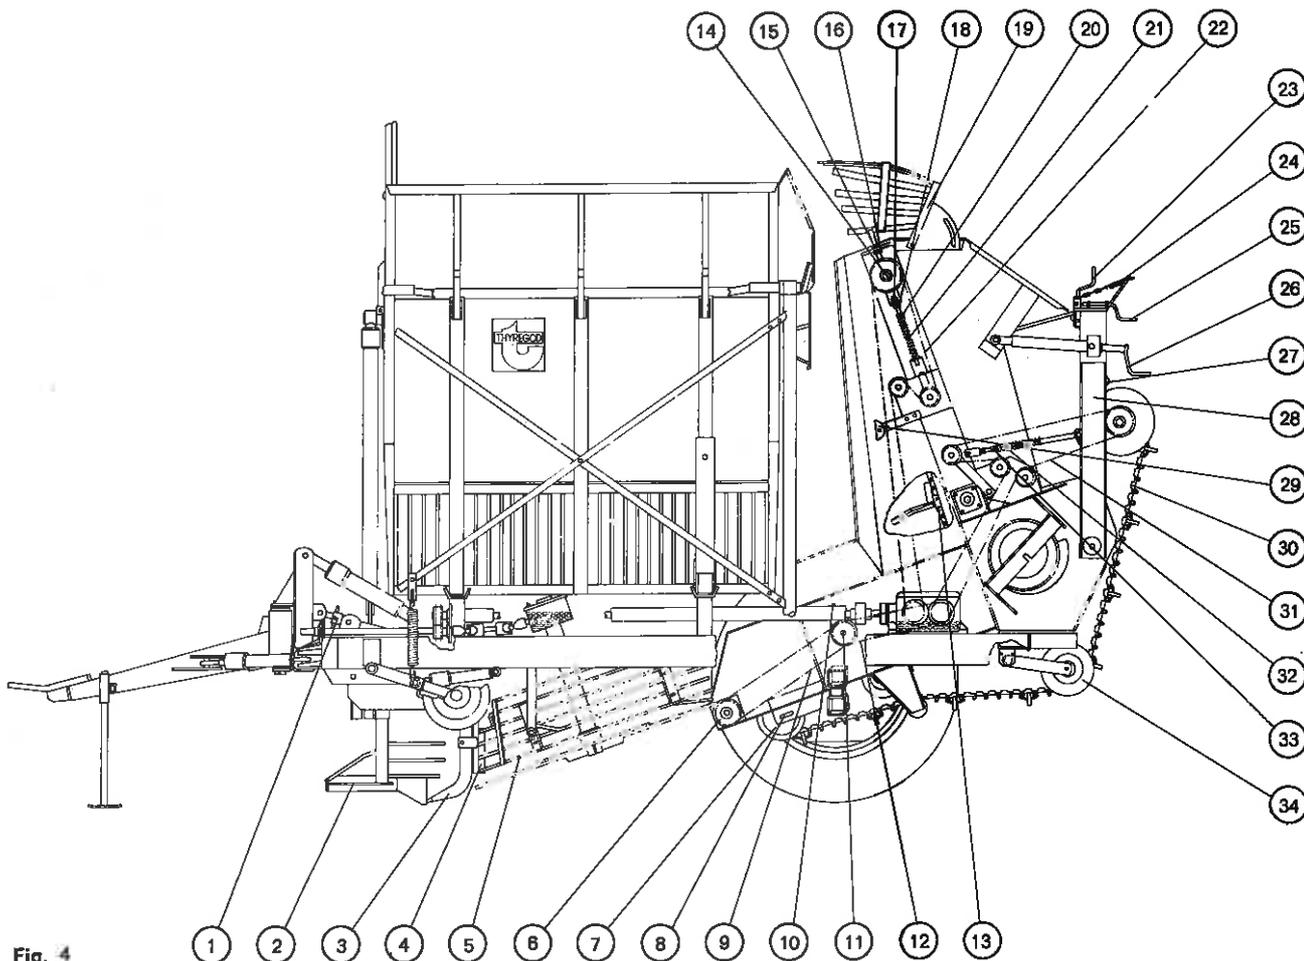

Fig. 4
Reguleringen foregår ved indstilling af møtrikken (1 fig. 4). Møtrikken virker som mekanisk dybdestop og indstilles på den maximale dybde, man ønsker at køre med, når tanken er tom. Når tanken efterhånden fyldes, synker hjulene dybere i, man hæver da skærene en smule ved hjælp af håndtaget (7 fig. 1) 1 til 2 gange for hver tankfuld.
Ledeskinnerne (2 fig. 4) og optagerjernene (3 fig. 4) indstilles i dybde i forhold til rouletten.
Rouletten skal gå i jordoverfladen. Optagerjernene indstilles nu således at grenene leder roerne op på rouletten. Ledeskinnerne indstilles så de går 2-3 cm i jorden med den forreste del. Til optagning af fabriksroer udskiftes optagerjernene (3 fig. 4) med gaffeljern.
Ved maskiner forsynet med automatisk dybderegulering som ekstraudstyr, sker reguleringen med håndtaget (7 fig. 1). Skubbes håndtaget frem, hæves skærene. I midterstilling er skærene låst. Skubbes håndtaget bagud synker skærene til den af føleren bestemte dybde, der holdes automatisk under kørslen. Også her virker møtrikken (1 fig. 4) som mekanisk dybdestop. Det tilrådes ikke at bakke med maskinen med skærene i jorden ved automatisk dybderegulering.
Flag (4 fig. 4) og skærm (5 fig. 4) indstilles i højden, så der opnås størst mulig rensning uden roespild. Flagets grene indstilles på 1-2 cm afstand til skærmen (5 fig. 4).
Forreste kædetræk (1 fig. 2) strammes med strammeklodsens (2 fig. 2). Forreste kædetræk (9 fig. 4) og bagerste kædetræk (12 fig. 4) for rensrulle (6 fig. 4) strammes med møtrikken (10 fig. 4). Møtrik (11 fig. 4) løsnes forinden opstramning.
Elevatorkæde (13 fig. 4) strammes ved den øverste aksel (14 fig. 4) ved at løsne møtrikkerne (16 fig. 4) og spænde møtrikkerne (15 fig. 4), første gang efter 8 timers kørsel og kontrolleres herefter daglig. Elevatorkæde (22 fig. 4) er kompenseret for opstramning af elevatorkæde og fjederbelastet. Fjederen (21 fig. 4) strammes med møtrikkerne (20 fig. 4). Begrænsning af maksimal udfjedring ved blokering justeres med møtrikkerne (17 og 18 fig. 4). Strammeklodsens (29 fig. 4) skal ligge om mod kæden for at forhindre kædeslyng. Når kæden ikke mere kan strammes op f.eks. ved udskiftning af elevatorkæde (13 fig. 4) må der tages led af kæden (22 fig. 4).
Elevatorkædens (13 fig. 4) levetid kan forlænges, hvis man vender kæden inden leddene er slidt igennem til naglen. Vendingen foretages ved at flytte venstre kædepart over i højre side og højre kædepart over i venstre side. Splitterne skal også efter vendingen vende ind mod midten af kæden. Kædens levetid kan herved forøges med ca. 50%.
**Kædestræk** (31 fig. 4) for bundkæde (30 fig. 4) er kompenserrør for indstilling af drejekonsol (28 fig. 4) og fjederbelastet. Fjederne (32 fig. 4) strammes med møtrikkerne (33 fig. 4). Når kæden ikke mere kan strammes op med drejekonsollen længst fremad må der tages led af kæden (31 fig. 4).
**Bundkæde** (30 fig. 4) strammes med strammeruller (34 fig. 4). Strammerullerne er fjederbelastet med fjeder ophængt i højre side af maskinen.
**Forreste kæderuller** (7 fig. 4) for bundkæde kan justeres i
de aflange spor (8 fig. 4) på hver side af maskinen. Forøges afstanden mellem kæderullen (7 fig. 4) og renserullen (6 fig. 4), så meget som roernes størrelse tillader, forøges maskinens renseevne.
Drejekonsolen (28 fig. 4) kan reguleres med spindlen (26 fig. 4). Lægges drejekonsolen bagud, bliver bundkædens opadgående del mere flad, således at roerne opholder sig længere på bundkæden inden de falder over i elevatorkæden. Ved den øverste ende forhindres roerne i at gå med bagud af fjederbelastede afstrygere (27 fig. 4), medens jord, småsten, ukrudt og toprester følger med kæden bagud af maskinen. For at opnå maximal renseevne kan afstanden mellem afstrygerne og bundkæden reguleres med håndtagene (23 fig. 4). Afstrygernes vinkel i forhold til bundkæden reguleres med håndtaget (25 fig. 4). Afstrygernes fjederpåbending reguleres med fjedrene (24 fig. 4).